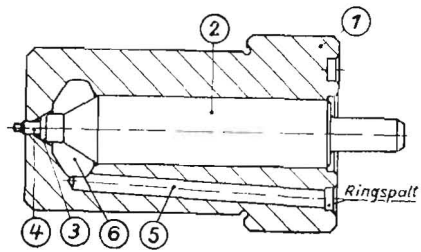

Bild 14
Der von der Einspritzpumpe ankommende Kraftstoff wird über das Spaltfilter (10), das im Druckrohrstutzen (3) gelagert ist, über die Bohrung (11) des Haltergehäuses auf einen Ringspalt der Einspritzdüse (siehe Bild 14) geleitet.
- b) Die **Einspritzdüse** (Bild 14) ist eine Zapfendüse.